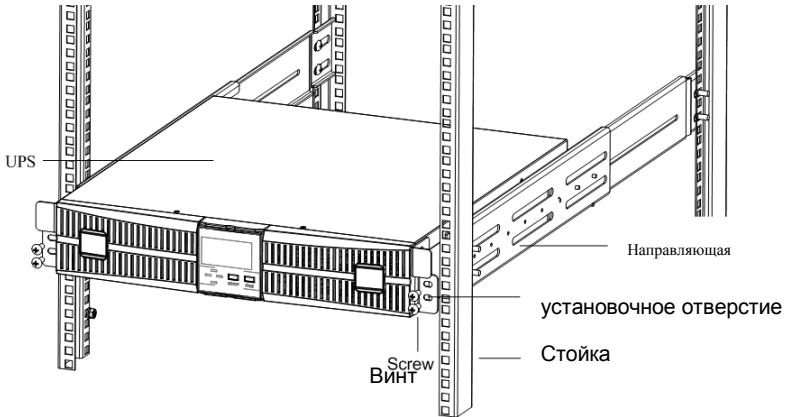

Рис.4-8 Установка ИБП
2. Поместите ИБП на направляющую в стойку и полностью вставьте его в стойку по направляющей (запрещено перемещать ИБП через кронштейны). Затем закрепите ИБП на стойке с помощью винтов через установочное отверстие на кронштейне, как показано на Рис.4-8.